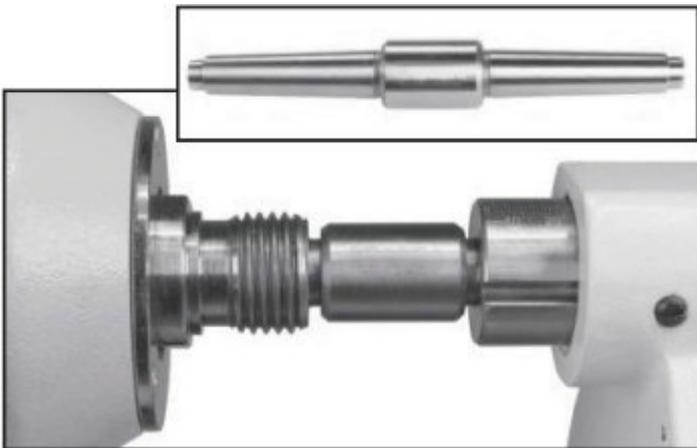

Abb.8-17: Ausrichthilfe für die Zentrierung
3. Wenn der Mittelpunkt der Spitzen nicht übereinstimmt, verwenden Sie die Ausrichthilfe (Abb. 8-17), um den Spindelstock mit dem Reitstock auszurichten.